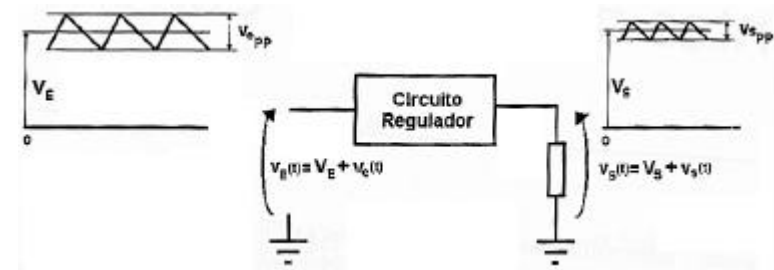

Figura 2: Variáveis a serem consideradas na análise de um circuito regulador
Um circuito regulador de tensão (ou corrente) normalmente é alimentado por uma fonte não regulada que fornece uma tensão contínua (CC) com uma componente alternada sobreposta. Como resultado, na saída do circuito regulador temos uma tensão ou corrente contínua (CC) regulada com a componente alternada bastante atenuada, como mostra a figura 2. O parâmetro mais importante de um circuito regulador é a *regulação* ou *estabilização*, que mede a variação da saída regulada (tensão ou corrente) como resultado de mudanças em um ou vários parâmetros do circuito. A seguir definiremos diversos termos para as fontes de tensão sendo que eles devem ser reinterpretados para fontes de corrente.